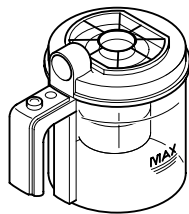

Abb. 16
- Leeren Sie den Staubbehälter spätestens dann, wenn die „Max“-Markierung (Abb. 16) erreicht ist, oder die Saugwirkung nachlässt.